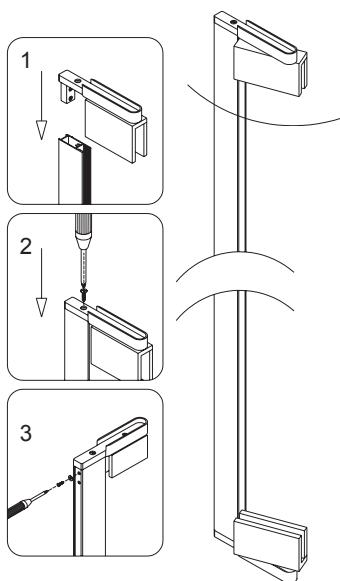

Рис. 3
- Возьмите стеклянный профиль для стеклянной двери (2). Вставьте верхний поворотный узел (7) в центральный паз стеклянного профиля для стеклянной двери; затем закрепите его и профиль при помощи шурупа с плоской головкой ST4.2×25 (16) и болта M4×16 (13). Повторите эти же действия для нижнего поворотного узла. См. рис. 3 для более подробной информации.
**ПРИМЕЧАНИЕ:** Задняя пластина (K) поворотного узла (7) должна находиться с внутренней стороны. См. рис. 3 для более подробной информации.